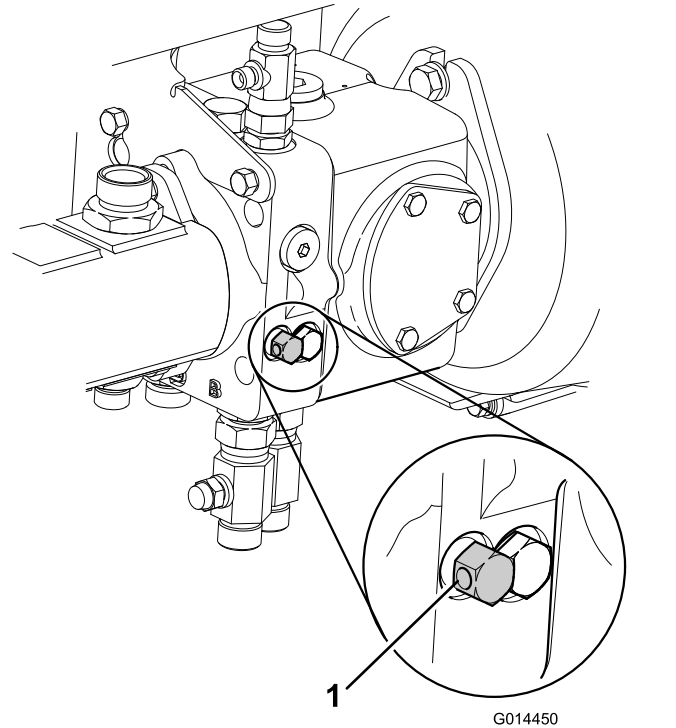

Figura 37
- Deshabilite el sistema de frenado de servicio hidráulico girando la válvula de desvío, situada debajo de la bomba de la transmisión, un máximo de tres giros en sentido antihorario (Figura 37).